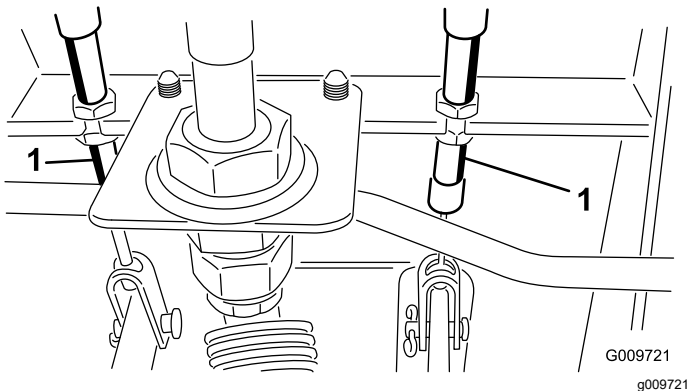

Bild 81
- A. Lockern Sie die vordere Mutter an der Gewindeseite des Bremszuges (Bild 81).